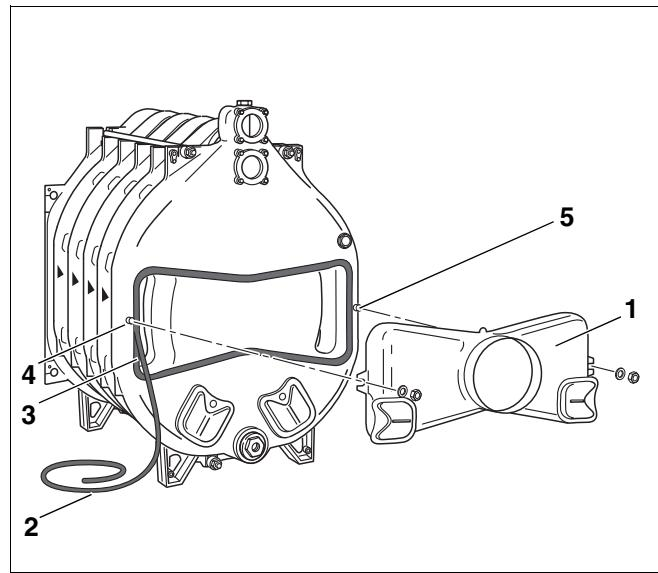

Рис. 24 Установка сборного коллектора дымовых газов
Для уплотнения соединения между котлом и сборным коллектором дымовых газов (рис. 24, поз. 1) используется КМ-шнур (рис. 24, поз. 2).
- Крепко прижать шнур к пазу. Уплотнительный шнур должен быть так расположжен в пазу, чтобы место стыка находилось на боковой части паза (рис. 24, поз. 3).
- Сборный коллектор дымовых газов надеть на обе шпильки, находящиеся на задней секции котла (рис. 24, поз. 4 и 5), установить шайбы и закрепить гайками.